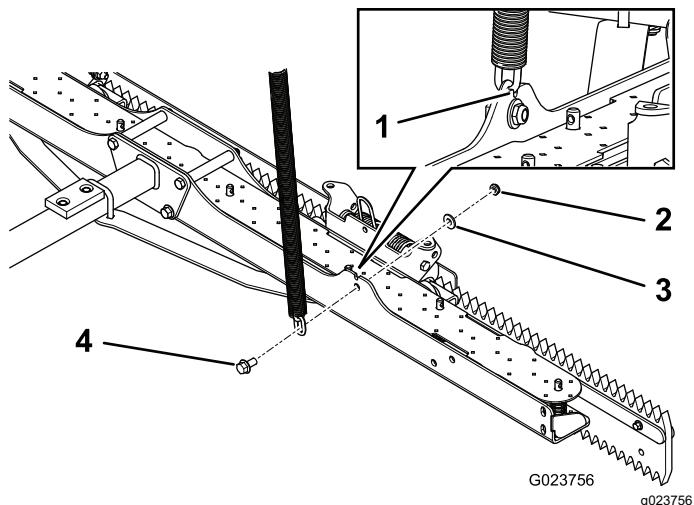

Figura 8
- Inserite un bullone (3/8 x 3/4 poll.) in una catena di sollevamento, quindi fissatelo alla piastra inferiore con una rondella (3/8 poll.) e un dado di bloccaggio (3/8 poll.); fate riferimento a Figura 8.
Nota: Per garantire che la lunghezza catena non cambi a causa della rotazione, accertatevi che il secondo anello della catena stia nell'intaglio situato sopra il foro per il bullone, come illustrato in Figura 8.